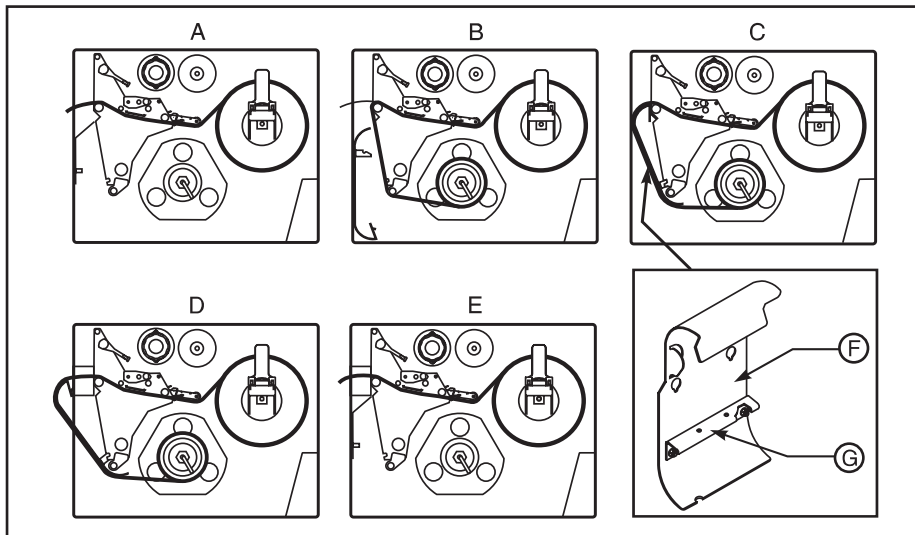

Figura 6
(Figura 6-A)
Função de Desprender (Figura 6-B)
1. Retire a Chapa de Rebobinar Etiquetas (Figura 6-F) da sua área de armazenagem localizada na parte frontal do mecanismo de impressão e dentro do compartimento do rolo de etiquetas.
2. Vire a Chapa de Rebobinar ao contrário para que o lábio da Chapa de Gancho (Figura 6-G) fique direccionado para baixo.
4. (Somente para as impressoras com a Opção de Cortar/Rebobinar, Figura 6-D). Insira as duas pequenas linguetas da Chapa de Rebobinar para dentro das fendas correspondentes do Suporte do Cortador. A Chapa de Rebobinar deve “pular” para a posição correcta.
Função de Cortar (Figura 6-E)
1. Instale o rolo de etiquetas seguindo as instruções acima da Função de Rasgar, porém direcione o rolo de etiquetas através do módulo de cortar conforme apresentado na Figura 6-E.